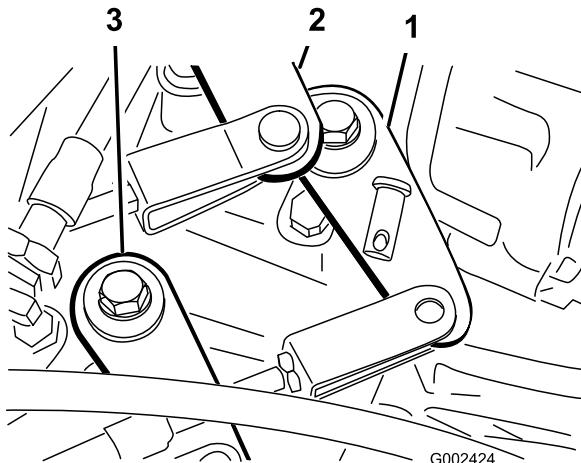

図 53
2. シフトケーブルをトランスアクスルのシフトアームに固定しているクレビスピンドルを取る図 53。
1. ハイローケーブルをトランスアクスルに固定しているクレビスピンドルを取る図 53。